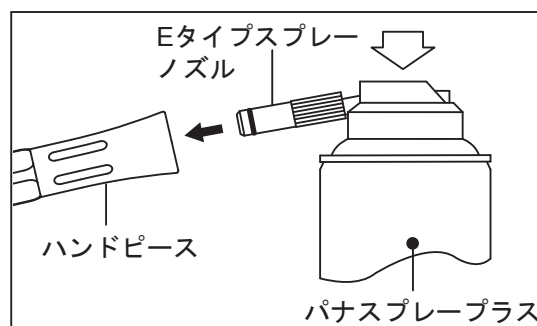

図7
- 1)パナスプレープラスにEタイプスプレーノズルを取り付けます(図7)。
- 3)スプレーノズルをハンドピース後部へ差し込み、2秒以上スプレーします(図7)。注油は先端から異物等の汚れが出なくなるまで繰り返し行ってください。